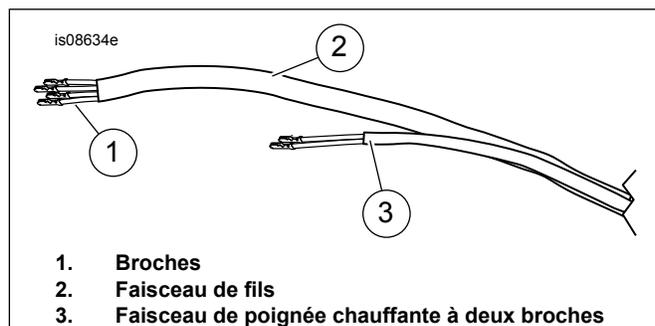

Figure 1. Faisceau de fils et broches.
5. Voir Figure 1 . Décaler les broches (1) de manière à ce qu'elles ne soient pas toutes au même endroit le long du faisceau (2). Voir Figure 2 . Faire passer un cordon (1) adapté par le guidon. Attacher le cordon au faisceau de fils. Enrouler du ruban (2) autour du faisceau et des broches. Le ruban doit former un cône (3) et être suffisamment flexible pour pouvoir passer par le guidon. Faire passer le cordon dans le guidon pour acheminer le groupe de fils au point de sortie adéquat.